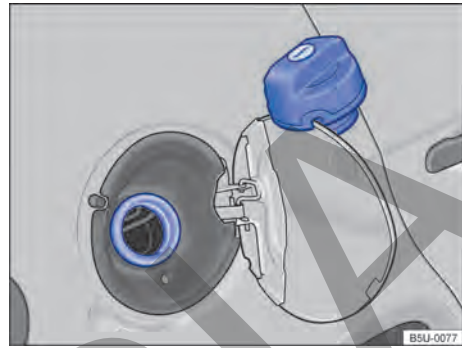

Fig. 167 Portezuela del depósito de combustible abierta con el tapón de cierre del depósito de combustible colgado.
- Gire la tapa del depósito de combustible en sentido antihorario y cuélguela encima de la portezuela del depósito de combustible → fig. 167. ▶